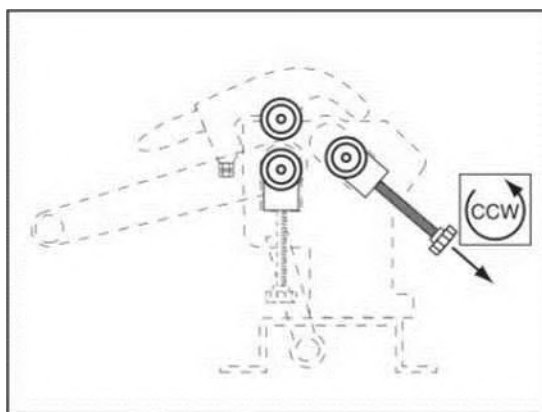

Рис. 9
2. Опустите задний ролик, насколько это возможно. С помощью штангенциркуля или эталона установите равное расстояние между задним и верхним роликами с каждой стороны (Рис. 9)